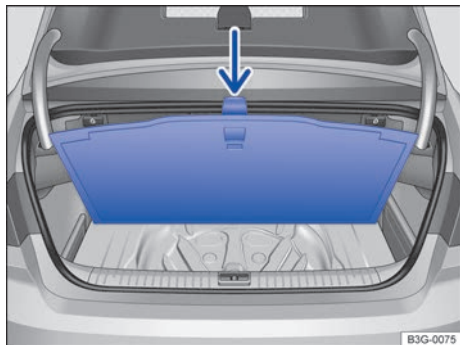

Fig. 232 En el maletero: piso del maletero enganchado.
- Enganche el piso del maletero en la junta del borde superior del maletero con el gancho integrado en el asidero → fig. 232 (flecha).